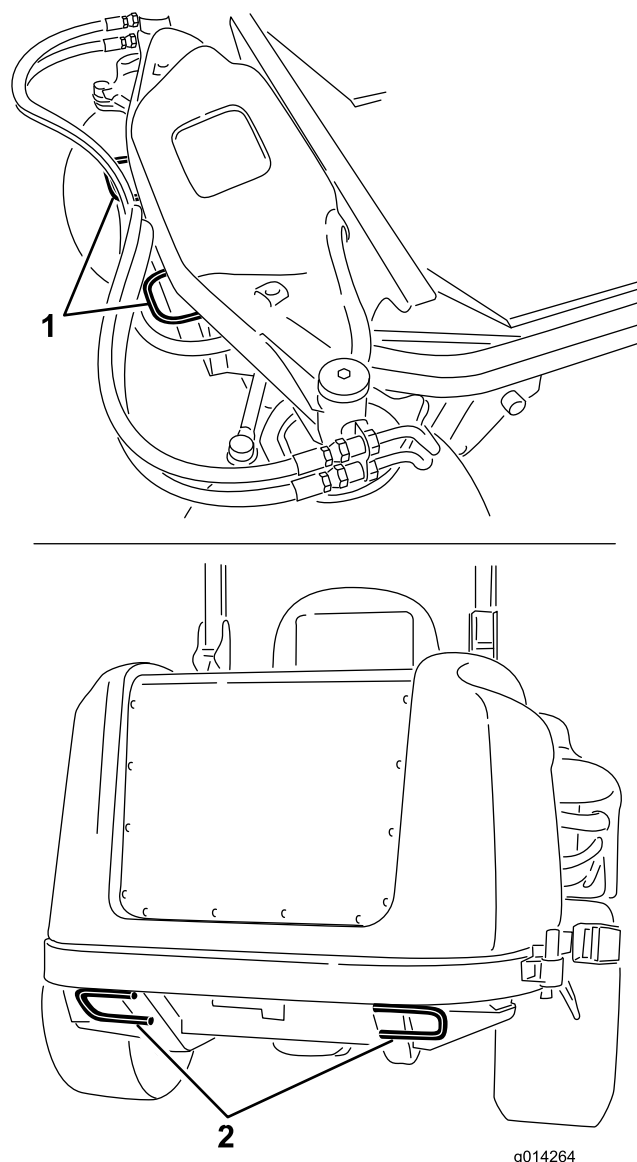

Figura 21
- Prenda bem a máquina ao atrelado ou carrinha com tiras, correntes, cabos ou cordas conforme exigido pelas regras de trânsito da sua área (Figura 21).